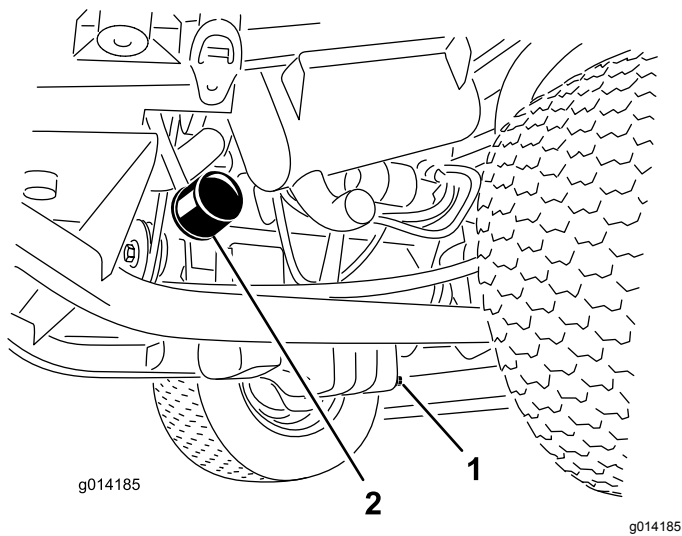

图36
1. 拆下排油塞 图36 让油流入放油盘。
3. 拆下机油滤清器 图36。